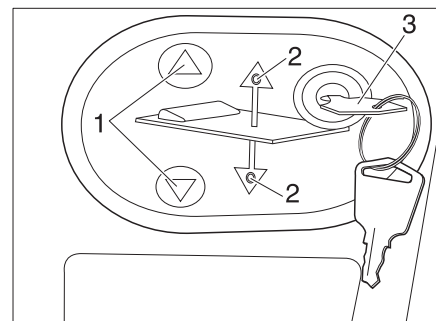

Bild 163 Manöverpanel för elektrisk höjbar säng
- Sätt in nyckeln (Bild 163,3) i manöverpanelen.
- Tryck på knappen ▼ eller ▲ (Bild 163,1) och håll den intryckt. Motsvarande LED (Bild 163,2) lyser och den höjbara sängen sänks eller höjs.
- När önskad position har uppnåtts, släpp knappen ▼ eller ▲ (Bild 163,1) igen. Motsvarande LED (Bild 163,2) slocknar.
- Dra ut nyckeln (Bild 163,3).